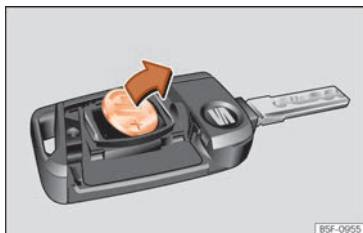

Fig. 81 Chave do veículo: extração da pilha.
- Extraia a pilha do compartimento com um objeto fino adequado »»» **Fig. 81.**
- Coloque a pilha nova conforme se mostra »»» **Fig. 81** pressionando-a para o compartimento da pilha, no sentido contrário ao da seta »»» ❷.